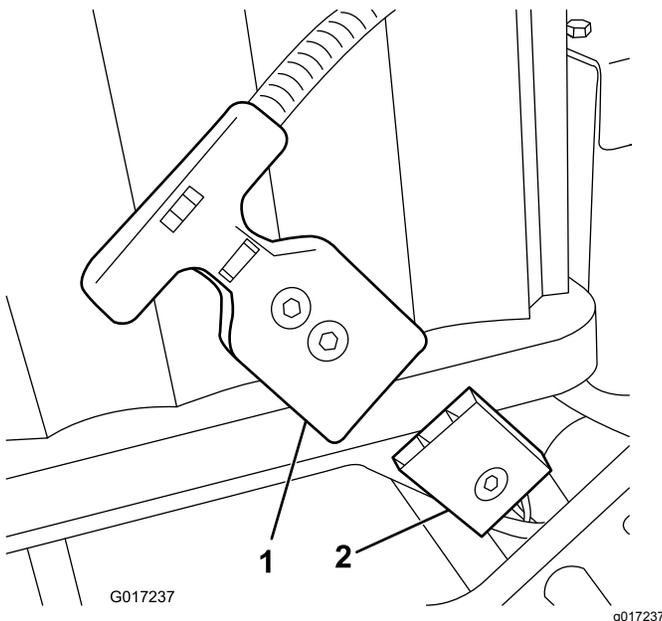

Bild 15
Hinweis: Wenn Sie beim Einbau des Batteriepacks den Batteriepackanschluss nicht mit dem Kabelbaumstecker der Maschine verbinden können, können Sie den Kabelbaum an das Batteriepack anschließen und dann das Batteriepack einbauen. Ziehen Sie den Netzstecker (Bild 15) vom Akkuunterteil ab. Befestigen Sie den Anschluss an der Batterie, wie beschrieben. Befestigen Sie die Batterie am Unterteil; führen Sie den angeschlossenen Kabelbaum durch das entsprechende Loch und befestigen dann den Netzstecker mit den vorher entfernten Befestigungen am Batterieunterteil.
16. Schließen Sie den T-Holmanschluss vom Hauptkabelbaum am Netzstecker am Batterieunterteil an (Bild 15).